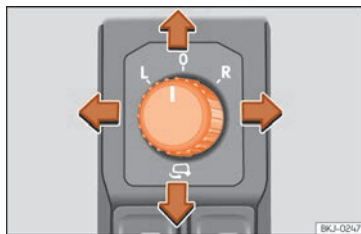

Fig. 149 Regolazione degli specchietti retrovisori esterni.
1. In primo luogo, ruotare la manopola » **fig. 149** portandola nella posizione **L** (**specchietto esterno sinistro**).
- Per far ripiegare su se stessi gli specchietti esterni si deve ruotare la manopola  **fig. 149** portandola nella posizione . Si consiglia di richiudere sempre gli specchietti esterni quando si porta il veicolo all'autolavaggio, altrimenti potrebbero danneggiarsi.